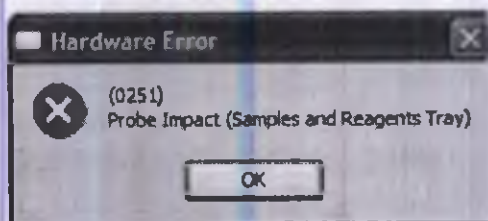

Рисунок 17-1
- Сообщения об ошибках, которые останавливают работу анализатора (Рисунок 17-1)